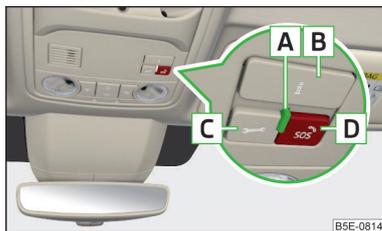

Abb. 144
Kontrollleuchte und Systemtasten » Abb. 144
► Die Taste **B** bzw. **C** » Abb. 144 drücken (der Verbindungsaufbau kann durch erneutes Drücken der Taste **beendet** werden).
Die **Funktion des Systems** wird nach dem Einschalten der Zündung durch Aufleuchten der Kontrollleuchte **A** angezeigt » Abb. 144.